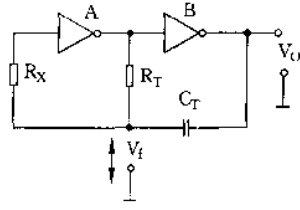

图 2-34
(2) CMOS 门电路振荡器如图 2-34 所示,其振荡频率为 $f_0=1/1.4RC$